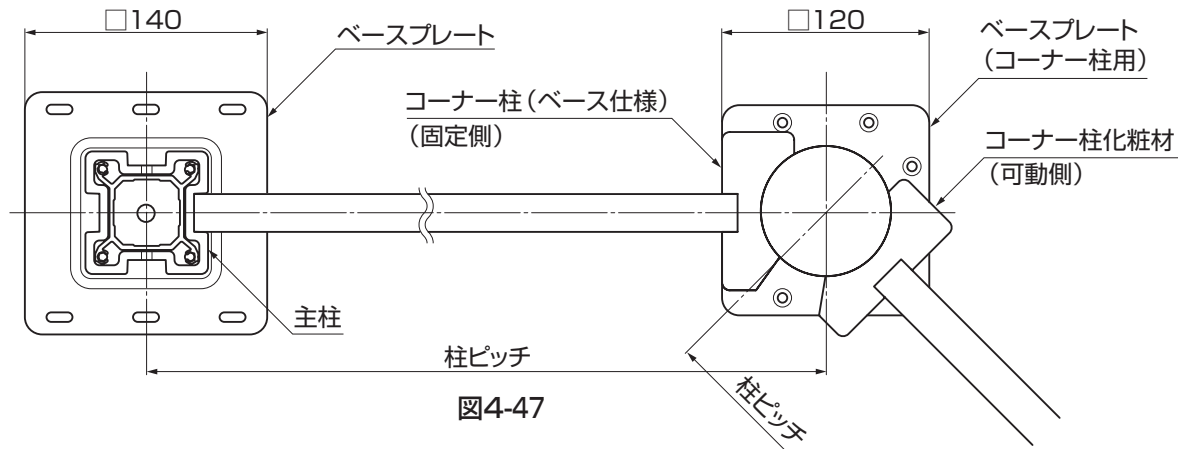

図4-47
②主柱のベースプレートと、コーナー柱のベースプレート(コーナー柱用)が芯一芯でならぶように配置し、柱の固定位置を決めてください。(図4-47参照)